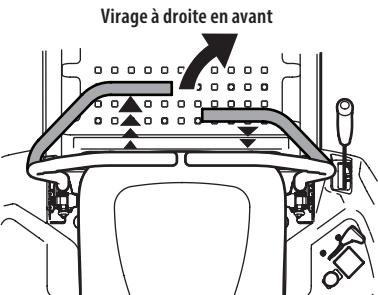

Figure 24
2. Pour tourner à droite, déplacez le levier de contrôle de conduite droit en arrière du levier gauche (Figure 24).